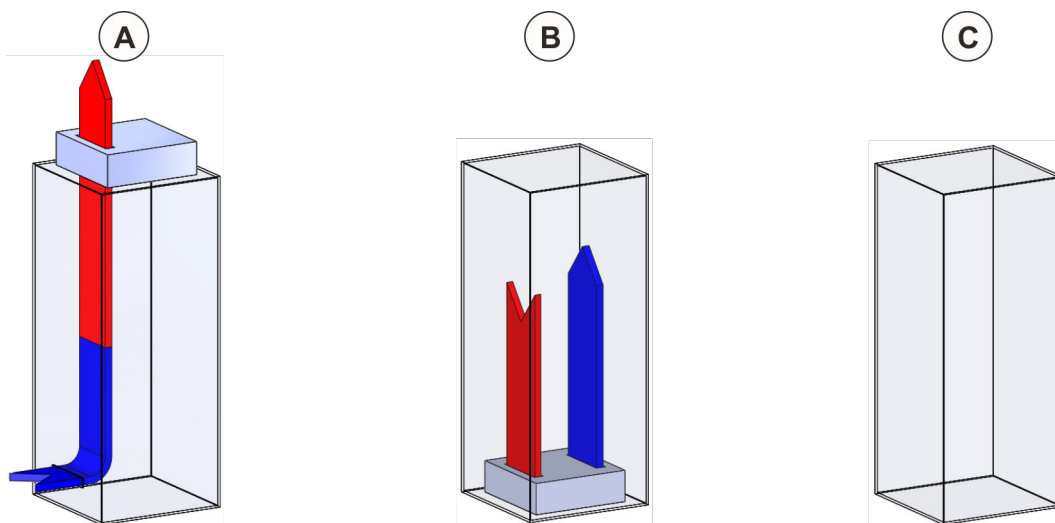

Fig. 15 : Circuit de refroidissement de l'armoire électrique
- Utilisation uniquement dans des armoires fermées. Si des unités de refroidissement sont installées, s'assurer qu'aucun échange d'air avec l'air ambiant n'a lieu (Fig. 15).